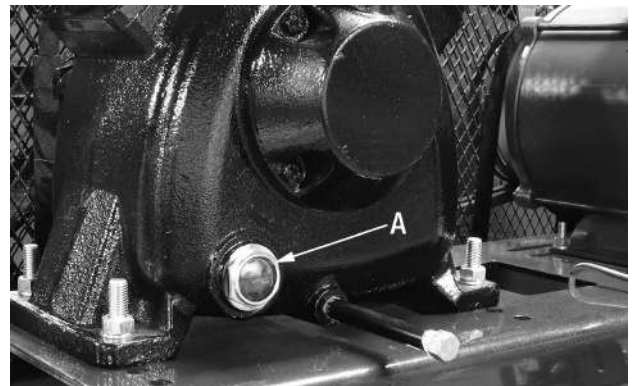

FIGURE 4
- 3) Assurez-vous que le niveau d'huile dans le carter atteint le point central du niveau d'huile (A) Fig.4, reportez-vous à la section Entretien pour des instructions pour remplir le carter d'huile.